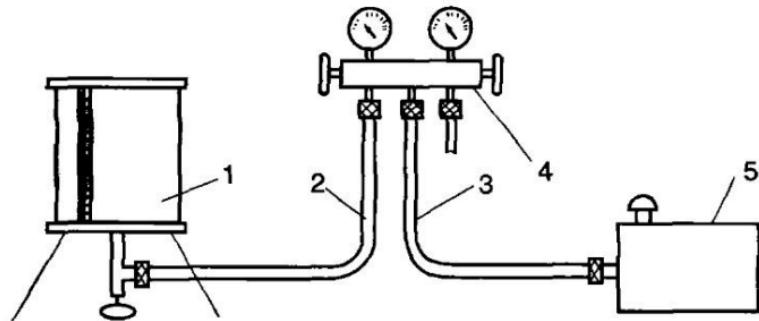

Рис. 123. Соединения для вакуумирования зарядного цилиндра:
12.1. Соединяют манометр низкого давления манометрового коллектора с зарядным цилиндром (рис. 123).